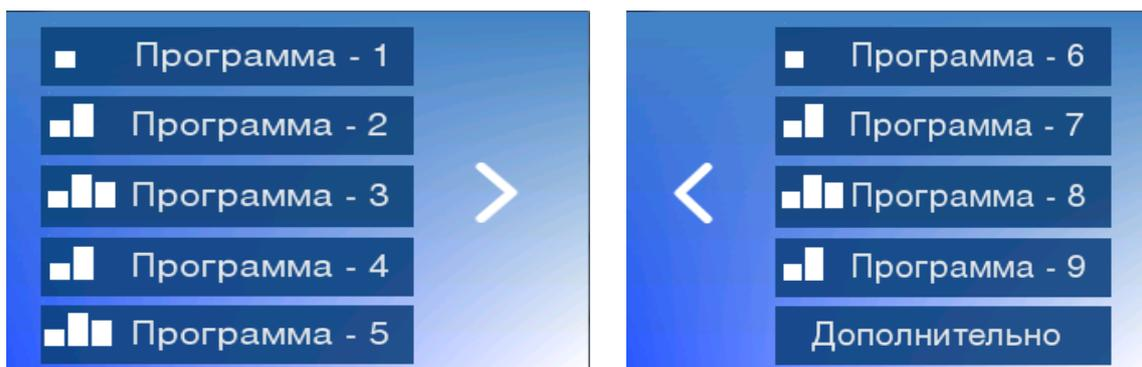

Рис.7 Меню выбора пользовательской программы из существующего списка
По окончании выполнения процесса инициализации отображается либо рабочее окно с параметрами и графическим представлением последнего запущенного процесса тепловой обработки, либо окно меню выбора пользовательской программы из существующего списка (рис.7).
Нажатие кнопки  возвращает пользователя в меню выбора пользовательской программы (Рис.7).
Пункт меню **Дополнительно** (рис.7) открывает окно дополнительных настроек изделия и информации об изделии (рис.18).
- **Главное меню** - включает выход в меню выбора пользовательской программы из существующего списка (смотри рис.7).
Теперь ее можно увидеть в меню пользовательских программ (рис.7).